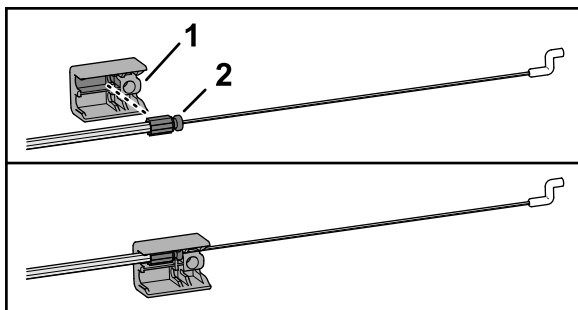

Figura 9
1. Inserte el acoplamiento del extremo de la cubierta del cable en la toma superior del acoplamiento del manillar (Figura 9).